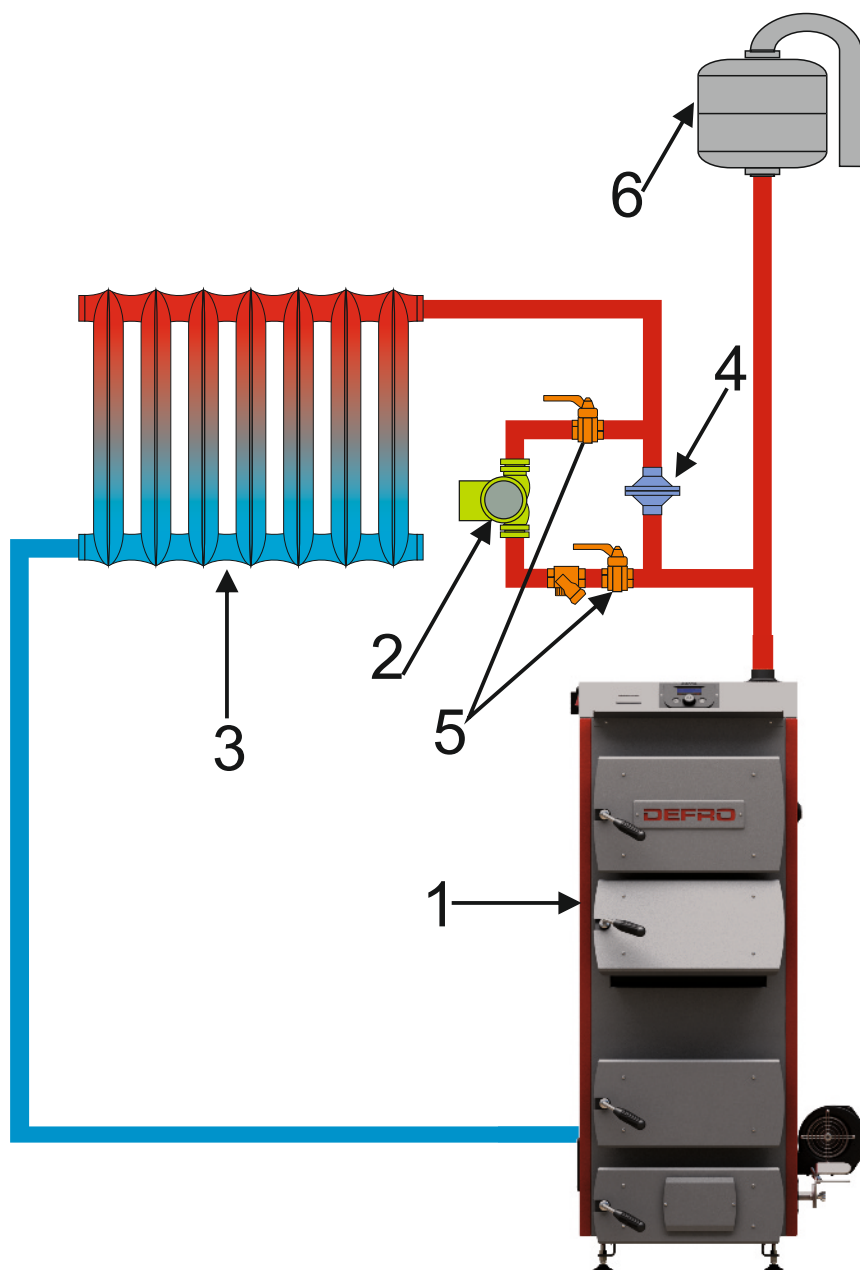

Рис. 1. Выполнение гравитационного обхода:
- Рис.1.** Выполнение гравитационного обхода